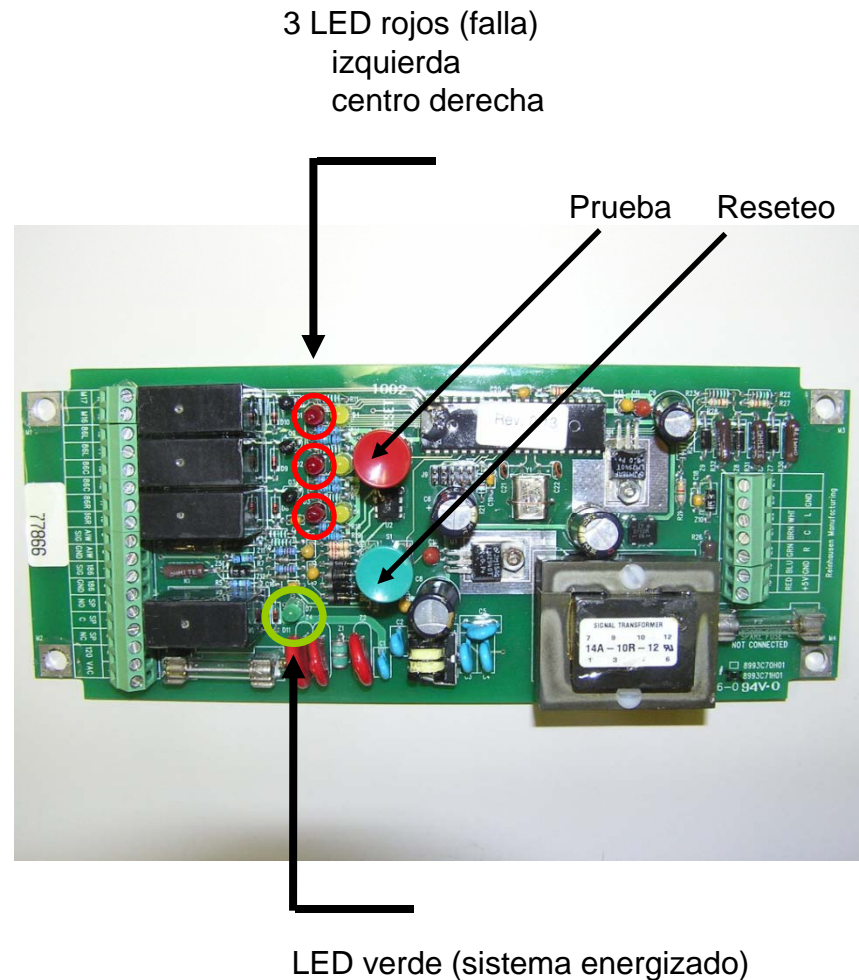

Fig. 2: Prueba de desconexión en servicio
- Conecte un transformador variable de corriente a la barra de cobre P2 y al contacto fijo del interruptor en vacío (A, refiérase a Fig. 2)